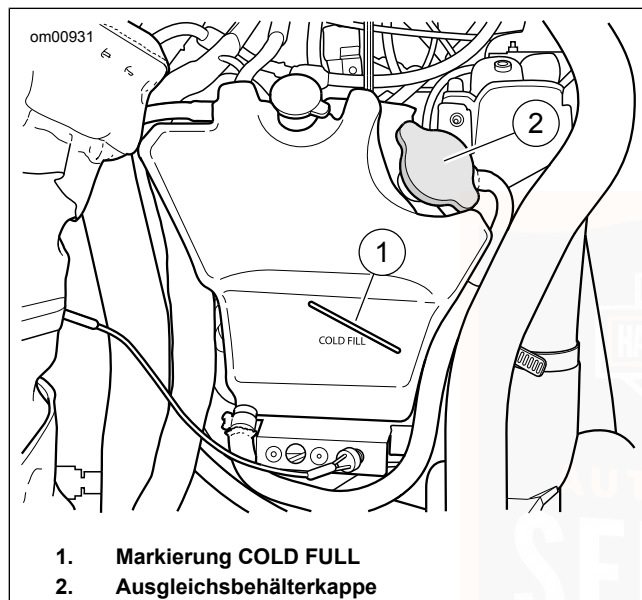

Abbildung 30. Kühlmittel-Ausgleichsbehälter
4. Siehe Abbildung 30. Den Kühlmittelstand im Ausgleichsbehälter bei kaltem Kühlmittel und bei auf dem Ständer ruhendem Motorrad prüfen.